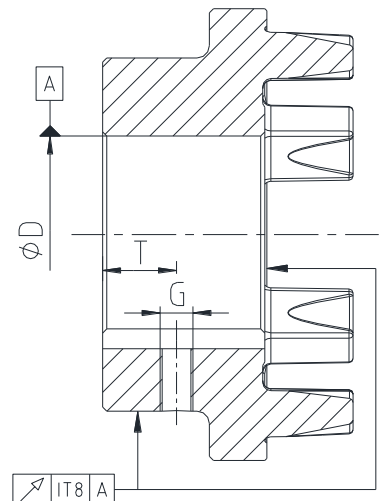

Figura 5: concentricità ed eccentricità assiale
- Per la realizzazione del foro del mozzo da parte del cliente si deve assicurare la concentricità ed eccentricità assiale (vedi figura 5).